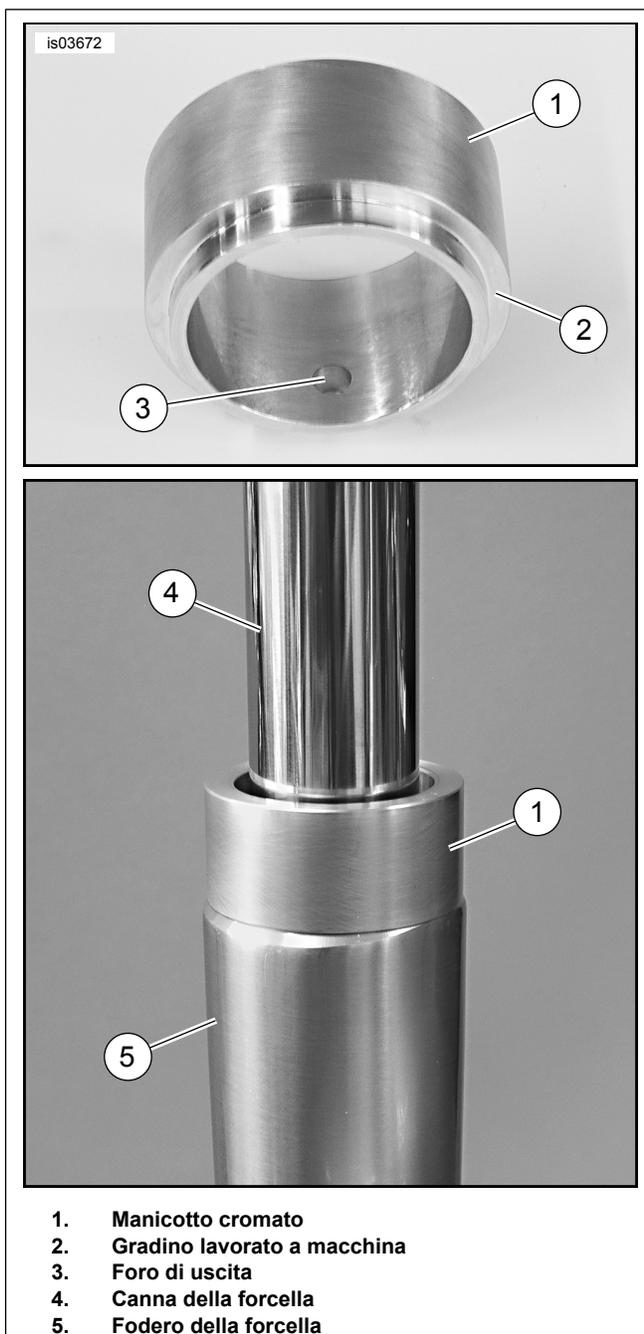

Figura 1. Installazione del manicotto
7. Vedere Figura 1. Prendere dal kit un fodero cromato (1). Con il gradino lavorato rivolto in basso (2), far scorrere in basso il manicotto lungo la canna (4) finché non tocca il fodero della forcella (5).
8. Posizionare il manicotto in modo che il foro di uscita (3) sia rivolto verso la parte posteriore del veicolo quando la forcella è installata. Usando un **INSTALLATORE DI BOCCOLE E TENUTE PER FORCELLE** (N° codice HD-34634), inserire il manicotto nell'estremità superiore del fodero finché non va in battuta contro il labbro superiore del fodero stesso.